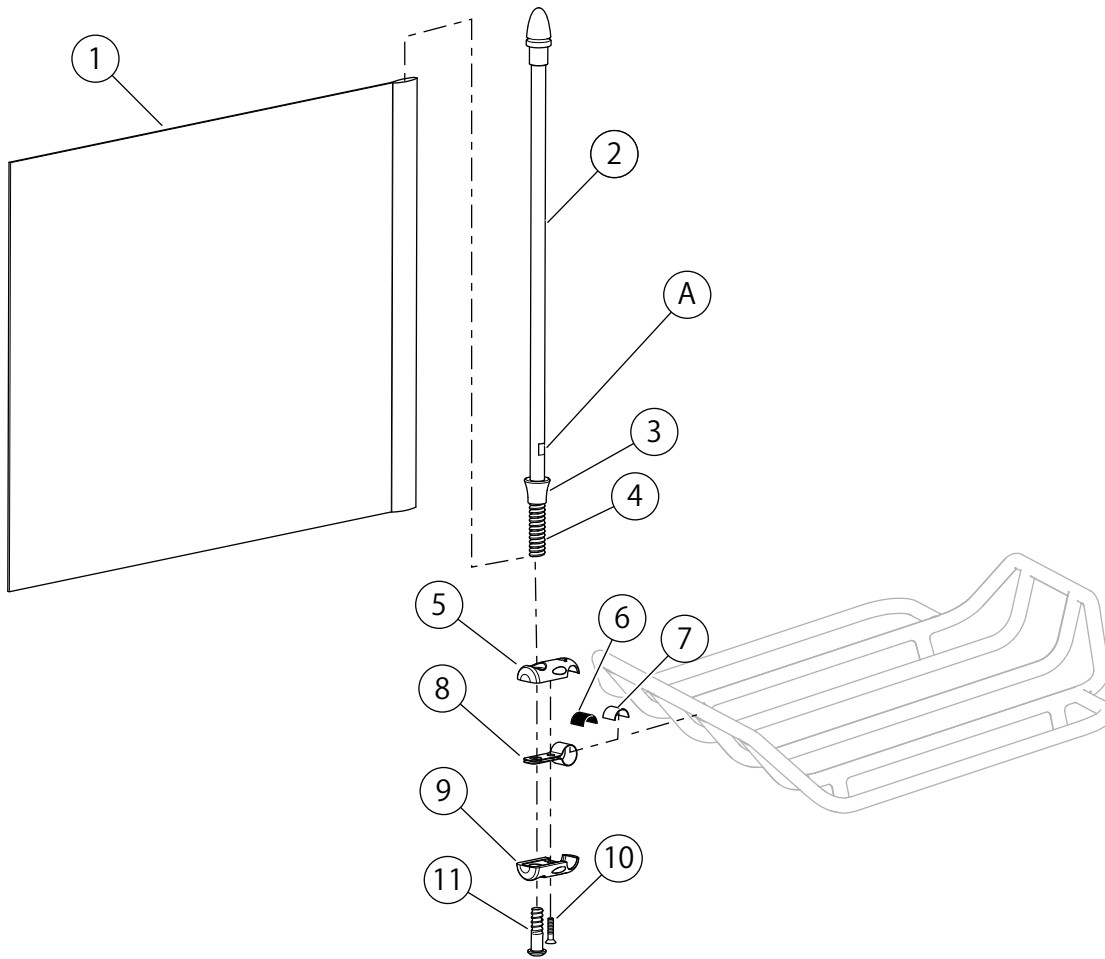

図1。交換用パーツ:プレミアムアメリカンフラグキット
「図1」および「表1」を参照してください。
1. 「図1」を参照。ラゲッジラック仕上げに基づいて、キットから「B」(6)または「C」(7)の印の付いたアルミニウム片を選択する。